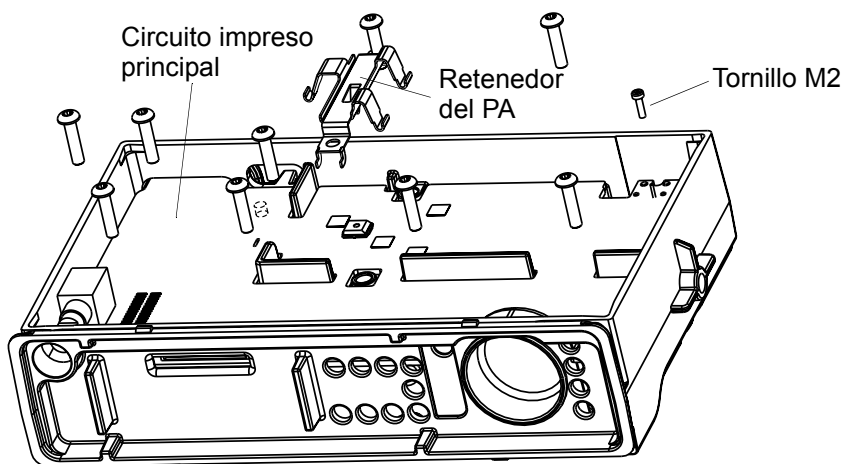

Figura 2-9 Desmontaje del retenedor del PA y del circuito impreso principal (para modelos de baja potencia)
1. Retire el tornillo que sujeta el retenedor del PA al chasis. Ver Figura 2-9.